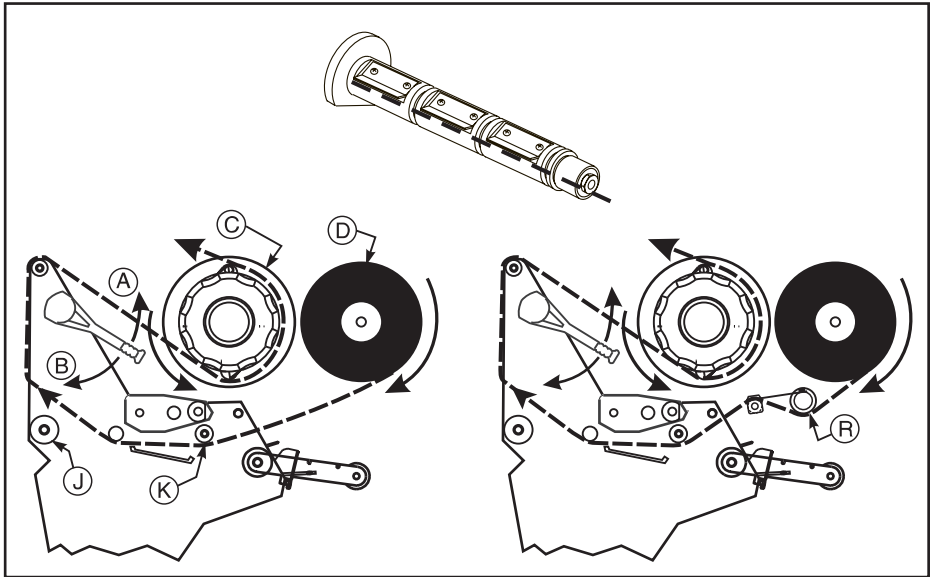

Figura 8
1. Alinee los segmentos del rodillo de alimentación de la cinta (Figura 8).
2. Coloque el rollo de cinta en el huso de alimentación de la cinta (Figura 8-D).
4. Abra (A) la cabeza de impresión y pase la guía de la cinta y la cinta conectada por el mecanismo de impresión, por debajo del rodillo superior (Figura 8-K), y pasada la platina (Figura 8-J). **Nota:** En el caso de las impresoras 170XIII y 220XIII, pase la guía primero por el conjunto de rodillo oscilante (Figura 8-R).
6. Coloque la cinta (con la guía, si se usa) alrededor del rodillo de tensado de la cinta (Figura 8-C) y enróllela varias veces hacia la izquierda.
7. Cierre la cabeza de impresión (Figura 8-B).